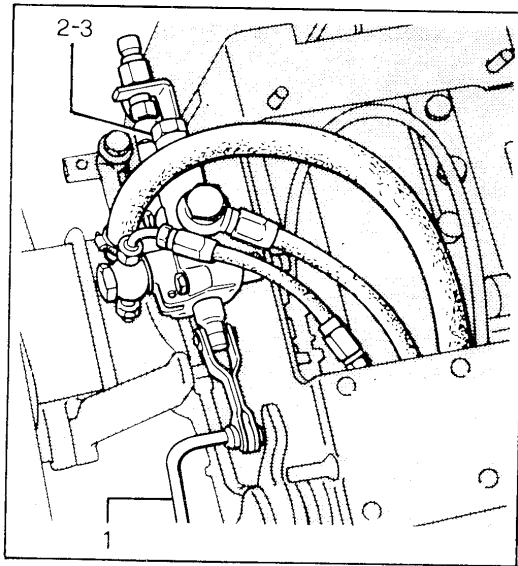

Bild 27 - Fig. 27
- Den steuerhebel des hydraulischen Verteilers (Bild 27, Detail 1) **betätigen und sich bei hochangehobenem Hebel vergewissern**, dass das Manometer einen Druck von 90 - 100 kg/cm² anzeigt.
- Sollte der Druck nicht stimmen, die Schutzkappe (3) entfernen und auf das Überdruckventil (2) wirken, wobei die Einstellschraube an-oder abgeschraubt wird.
- Act on the hydraulic control valve lever (fig. 27, detail 1). **Hold valve lever up** and make sure the pressure gauge reading is 90 to 100 kg/sq.cm.
- If reading is different, action is needed on the relief valve: remove the screw cap (3) and screw out or down the set screw of relief valve (2).
- Manoeuvrer le levier du distributeur hydraulique (fig. 27, détail 1) **et tout en le tenant soulevé**, s'assurer que le manomètre indique une pression de 90 à 100 Atm.
- Dans le cas contraire, agir sur le clapet de surpression (2) en serrant ou en desserrant la vis de réglage après avoir enlevé le chapeau de protection à vis.
Das Gerät hebt sich nicht oder nur mit Schwierigkeit.	1. Ungenügendes Hydrauliköl im Schaltgetriebe. Ölstand wieder herstellen. 2. Ungenügender Druck. Das auf dem Verteiler angebrachte Überdruckventil einstellen, wobei die im Inneren des Federträgers angeordnete Schraube nach Entfernung der Schutzkappe angeschraubt wird (Bild 27). 3. Ölverluste im Verteiler. Den Verteiler ersetzen. 4. Ölverluste im Hubzylinder. Den Hubzylinder instandsetzen oder ggf. ersetzen. 5. Hydraulikpumpe beschädigt. Ersetzen.
The implement does not raise or heaves.	1. Low oil level in the gearbox (which acts as hydraulic reservoir). Top up. 2. Low pressure. Adjust the relief valve on the control valve tightening the screw inside the spring housing. To gain access to the screw, remove the protection cap (fig. 27). 3. Leakage in the control valve. Replace. 4. Actuator leakage. Repair or replace. 5. Hydraulic pump damaged. Replace.
L'outil ne se soulève pas ou monte avec difficulté.	1. Manque d'huile hydraulique dans le boîte de vitesses. Verser de l'huile jusqu'au niveau établi. 2. Pression insuffisante. Agir sur le clapet de surpression placé sur le distributeur et augmenter le tarage en serrant la vis à l'intérieur du corps porte-ressort, une fois enlevé le chapeau de protection (fig. 27). 3. Fuites d'huile dans le distributeur. Le remplacer. 4. Fuites d'huile dans le vérin. Vérifier le vérin et le remplacer si besoin est. 5. Pompe hydraulique en panne; la remplacer.